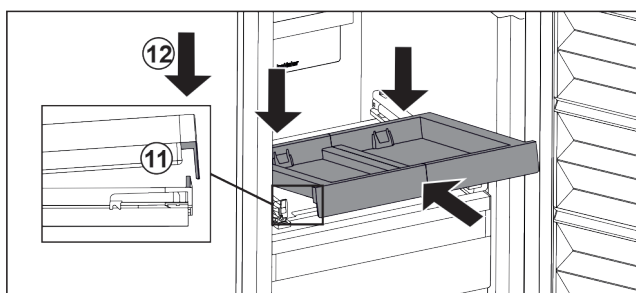

Fig. 143
- 倾斜推入。确保两侧的挡块位于卡舌后面。 Fig. 143 (11)
- 放下拉出式搁板前部。 Fig. 143 (12)